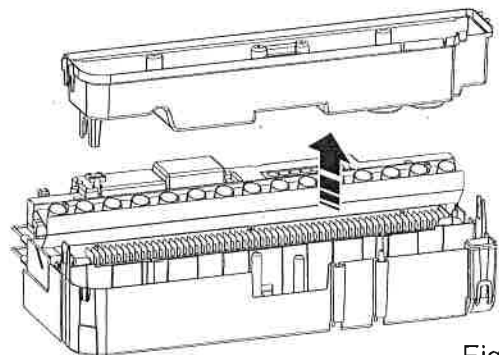

Fig.13
6. Den Sumpf (Abb. 13) vorsichtig und möglichst waagrecht herausheben, damit kein Wasser verschüttet wird. Den Sumpf in ein Waschbecken stellen.